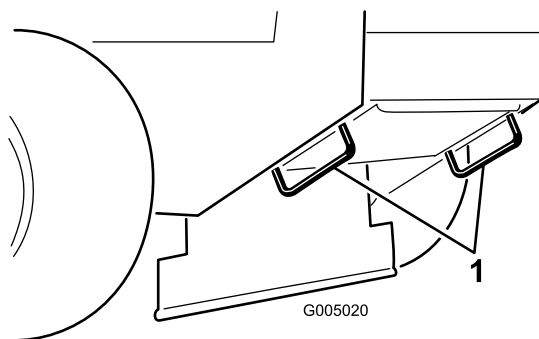

Figure 13
5. Servez-vous des points d'attache en métal de la machine pour arrimer solidement la machine sur la remorque ou le véhicule utilitaire avec des sangles, des chaînes, des câbles ou des cordes (Figure 13).